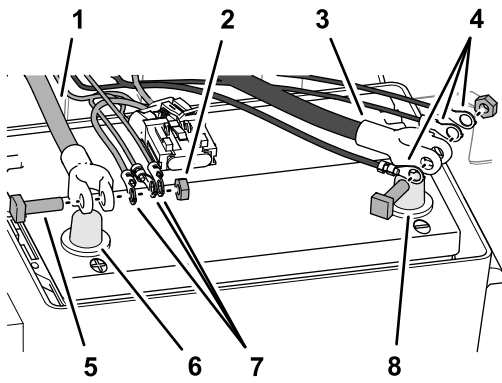

Figure 183
1. Acheminez la borne positive (câble rouge), la borne négative (câble noir) et le porte-fusible (50 A) du faisceau arrière vers le haut, entre le boîtier de la batterie et le châssis de la machine (Figure 183).
4. Retirez les boulons en T et les écrous hexagonaux des cosses des câbles de batterie positif et négatif (Figure 183).
5. Insérez un boulon en T dans la cosse positive (fil rouge) du faisceau arrière, la cosse positive du faisceau de navigation et électrique, la cosse du faisceau d'alimentation du modem et la cosse du câble positif de la batterie (Figure 183).
6. Fixez légèrement les bornes et le boulon en T avec un écrou hexagonal (Figure 183).
7. Insérez un boulon en T dans la cosse négative (fil noir) du faisceau arrière, la cosse négative du faisceau de navigation et électrique, la cosse du faisceau d'alimentation du modem, et la cosse du câble négatif de la batterie (Figure 183).
8. Fixez légèrement les bornes et le boulon en T avec un écrou hexagonal (Figure 183).
1. Connectez la câble positif (rouge) à la borne positive (+) de la batterie, et serrez l'écrou; voir Figure 183 sous Connexion du faisceau GeoLink arrière, du faisceau de données de navigation et électrique, et du faisceau d'alimentation du modem aux câbles de la batterie (page 83).
2. Connectez la câble négatif (noir) à la borne négative (-) de la batterie, et serrez l'écrou; voir Figure 183 sous Connexion du faisceau GeoLink arrière, du faisceau de données de navigation et électrique, et du faisceau d'alimentation du modem aux câbles de la batterie (page 83).